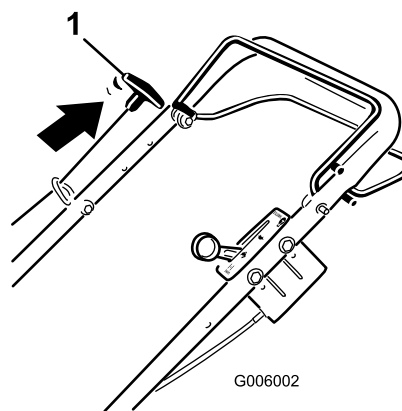

Figura 24
4. Sujete la barra de control de la cuchilla contra el manillar y tire una o dos veces del arrancador de retroceso (Figura 24).
6. Sujete la barra de control de la cuchilla contra el manillar y tire del arrancador de retroceso (Figura 24).